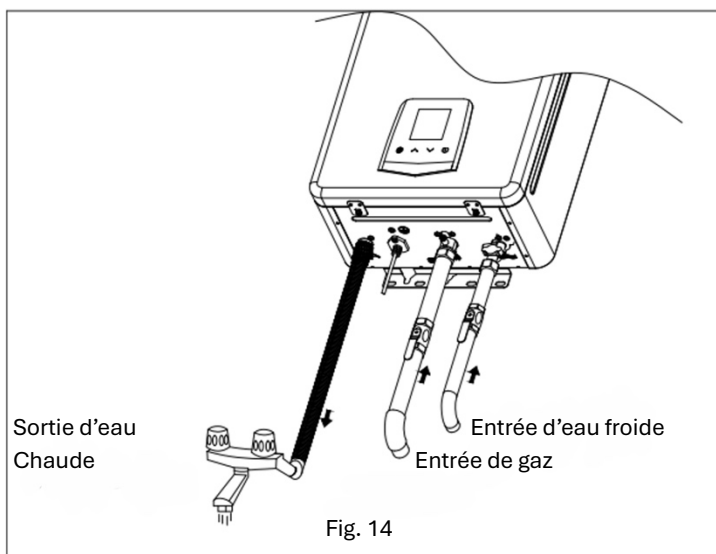

Fig. 14
2. Installation des conduites d'eau et de gaz (Fig. 14)
(1) Lorsque vous faites face au chauffe-eau, l'arrivée d'eau froide se trouve à votre droite et la sortie d'eau chaude à votre gauche. Même si les tuyaux d'eau de votre installation ne sont pas en cuivre, nous vous recommandons d'utiliser des tuyaux en cuivre sur au moins 0,92 m avant et après le chauffe-eau (conformez-vous aux codes locaux). Le diamètre du tuyau d'arrivée d'eau doit être d'au moins 1/2 pouce afin de permettre un débit maximal.
(2) N'oubliez pas que la pression de l'eau doit être suffisante pour activer le chauffe-eau lorsque vous prélevez de l'eau chaude au dernier étage. Si les raccordements chaud et froid du chauffe-eau sont inversés, celui-ci ne fonctionnera pas. Les raccords en cuivre ou en laiton de 1/2 pouce sont les plus adaptés aux connecteurs. Les connecteurs de type flexible facilitent l'installation et assurent l'étanchéité de la vanne d'eau grâce à un raccord à joint d'étanchéité de type rondelle au niveau du joint. N'utilisez pas de pâte à joint ni de ruban d'étanchéité sur ce raccord. Assurez-vous qu'il n'y a pas de particules ou de saletés dans la tuyauterie. (Fig. 14)
(3) La pression de l'eau doit être suffisante pour activer le chauffe-eau, la pression maximale pour l'appareil est de 14 bars, même en tenant compte des effets de la dilatation de l'eau, et la pression de l'eau dans l'appareil ne doit pas dépasser cette valeur.